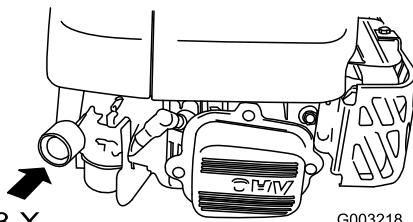

Figura 18
- Con il pollice, spingete tre volte lo starter con forza, lasciandolo inserito ogni volta per un secondo prima di rilasciarlo (Figura 18).